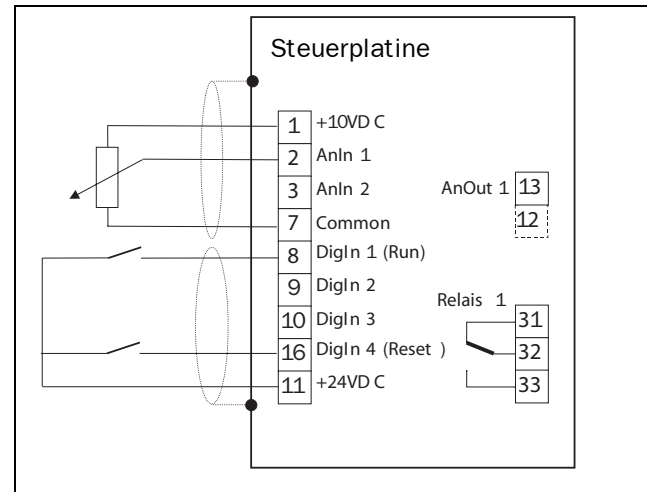

Abb. 2 Minimalbeschaltung.
- Damit der Motor läuft, sind ein Sollwert und ein Startbefehl notwendig, Siehe auch Abb. 2.
Abb. 2 zeigt die zum Starten mindestens notwendige Beschaltung mit AnIn1 als normalem Eingang mit einem 2 k Ω -Potentiometer. Ein Startbefehl kann an den Eingängen (DigIn1) gegeben werden, um den Umrichter zu starten. Als Voreinstellung kommt der Sollwert vom Potentiometer.